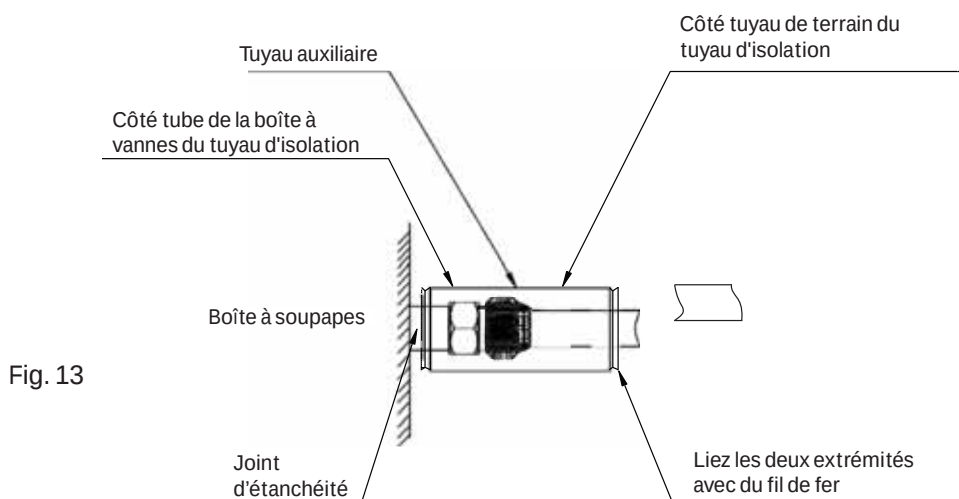

Fig. 13
- (1) Les connexions doivent être bien serrées afin de prévenir les fuites d'air aux deux extrémités.
- (2) La bride de retenue ne doit pas être trop serrée afin que l'épaisseur de l'isolant soit maintenue.
- (3) Les joints des matières isolantes (achetées localement) pour les connexions des écrous coniques doivent se situer sur le haut.
- (4) Assurez-vous que les joints des matières isolantes se situent sur le haut. (Voir la Fig. 13)